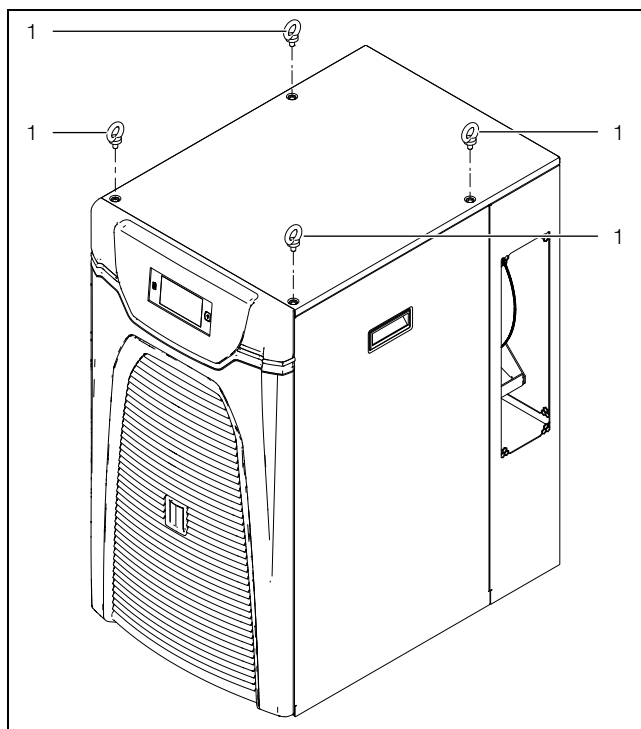

Fig. 27: Golfare a vite per il trasporto (3319100 e 3320200)
- Trasportare il chiller esclusivamente sul pallet fornito a corredo oppure mediante golfari di trasporto previsti a tale scopo (fig. 27, pos. 1).